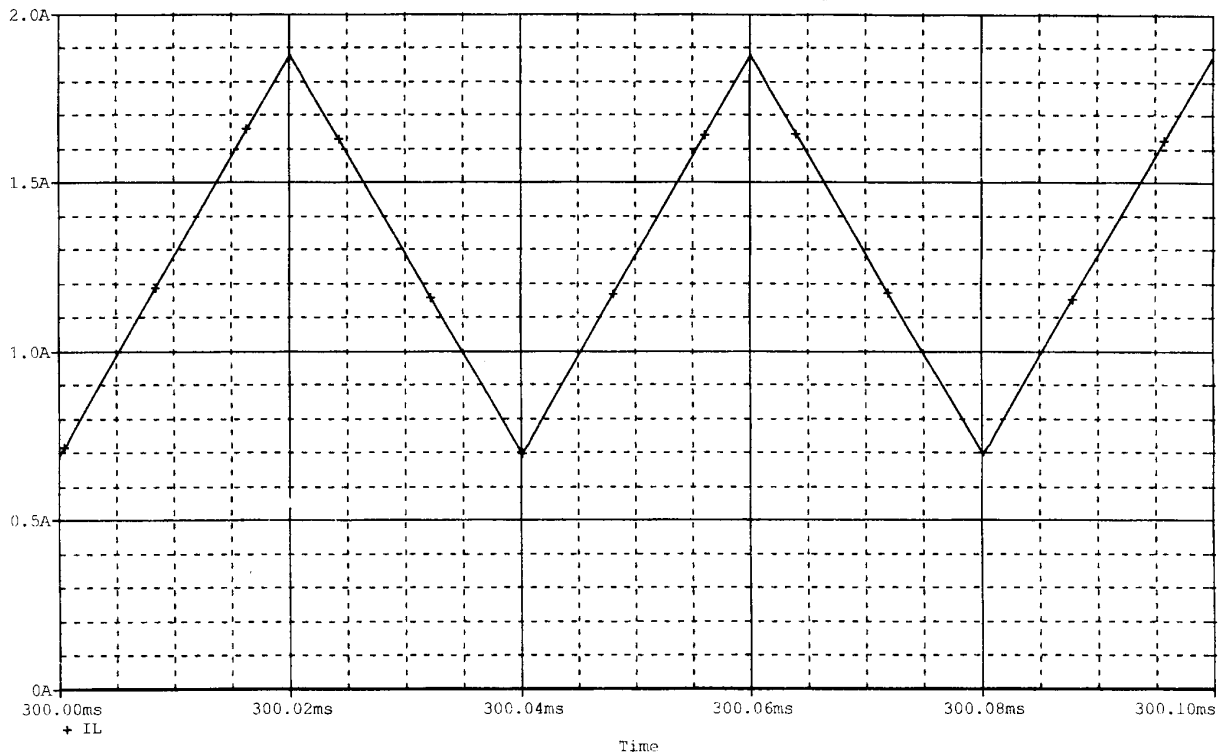

fig 3
1.6. Une simulation du fonctionnement du circuit a permis d'obtenir le chronogramme de l'intensité du courant $i_L(t)$ (figure 3) pour $E = 12V$ et $\alpha = \frac{1}{2}$.